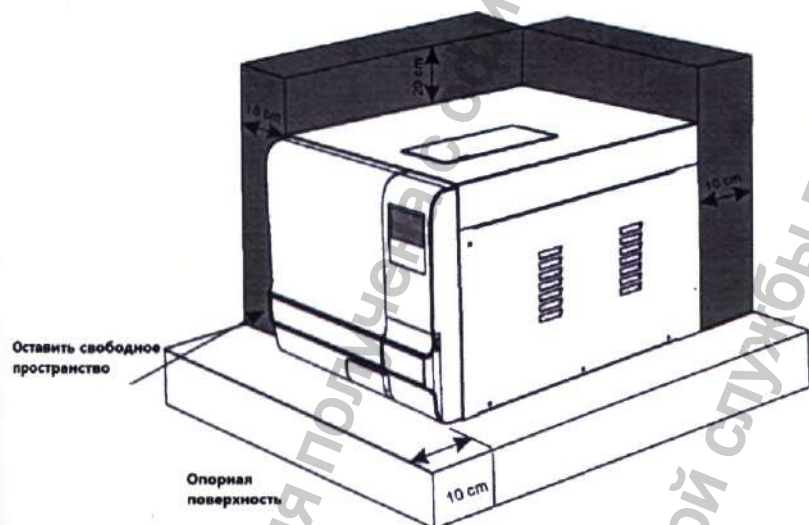

Рис. 2. Серым цветом показаны минимальные расстояния от поверхностей стерилизатора до стенок (перегородок) помещения.
- Откройте крышку емкости для воды 1,2 рис.2 и извлеките кабель питания (для STE-29-T, STE-45-T).
- Подключите питание переводом рычага автоматического электропредохранителя вверх, расположен задней стенке (см. рис. 1, п. 16; см. рис.2, п 15). Включите автоклав кнопкой
вкл/выкл на передней панели (см. рис. 1, п. 12, см рис. 2, п. 7). Дисплей стерилизатора активируется и покажет состояние изделия: положение двери, уровень воды, рабочую программу, дату, время.